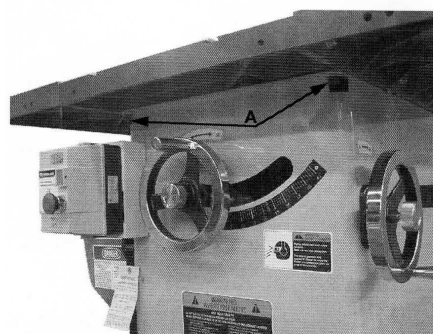

Рис. 18
5. Если они не совпадают, Ослабьте четыре винта (А см. рис. 18) шестигранником, которые фиксируют стол к тумбе станка. Два из них показаны на рисунке 18.